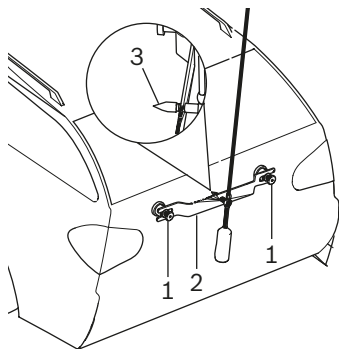

Abb. 47: Feinjustierung Ausrichtpendel
4. Ausrichtpendel mithilfe der Zentrierspitze (Abb. 47 / 3) genau mittig zum Fahrzeug ausrichten. Dazu die beiden Rändelmutter (Abb. 47 / 1) lösen und die Brücke (Abb. 47 / 2) so verschieben, dass die Zentrierspitze genau mittig am Fahrzeug sitzt.